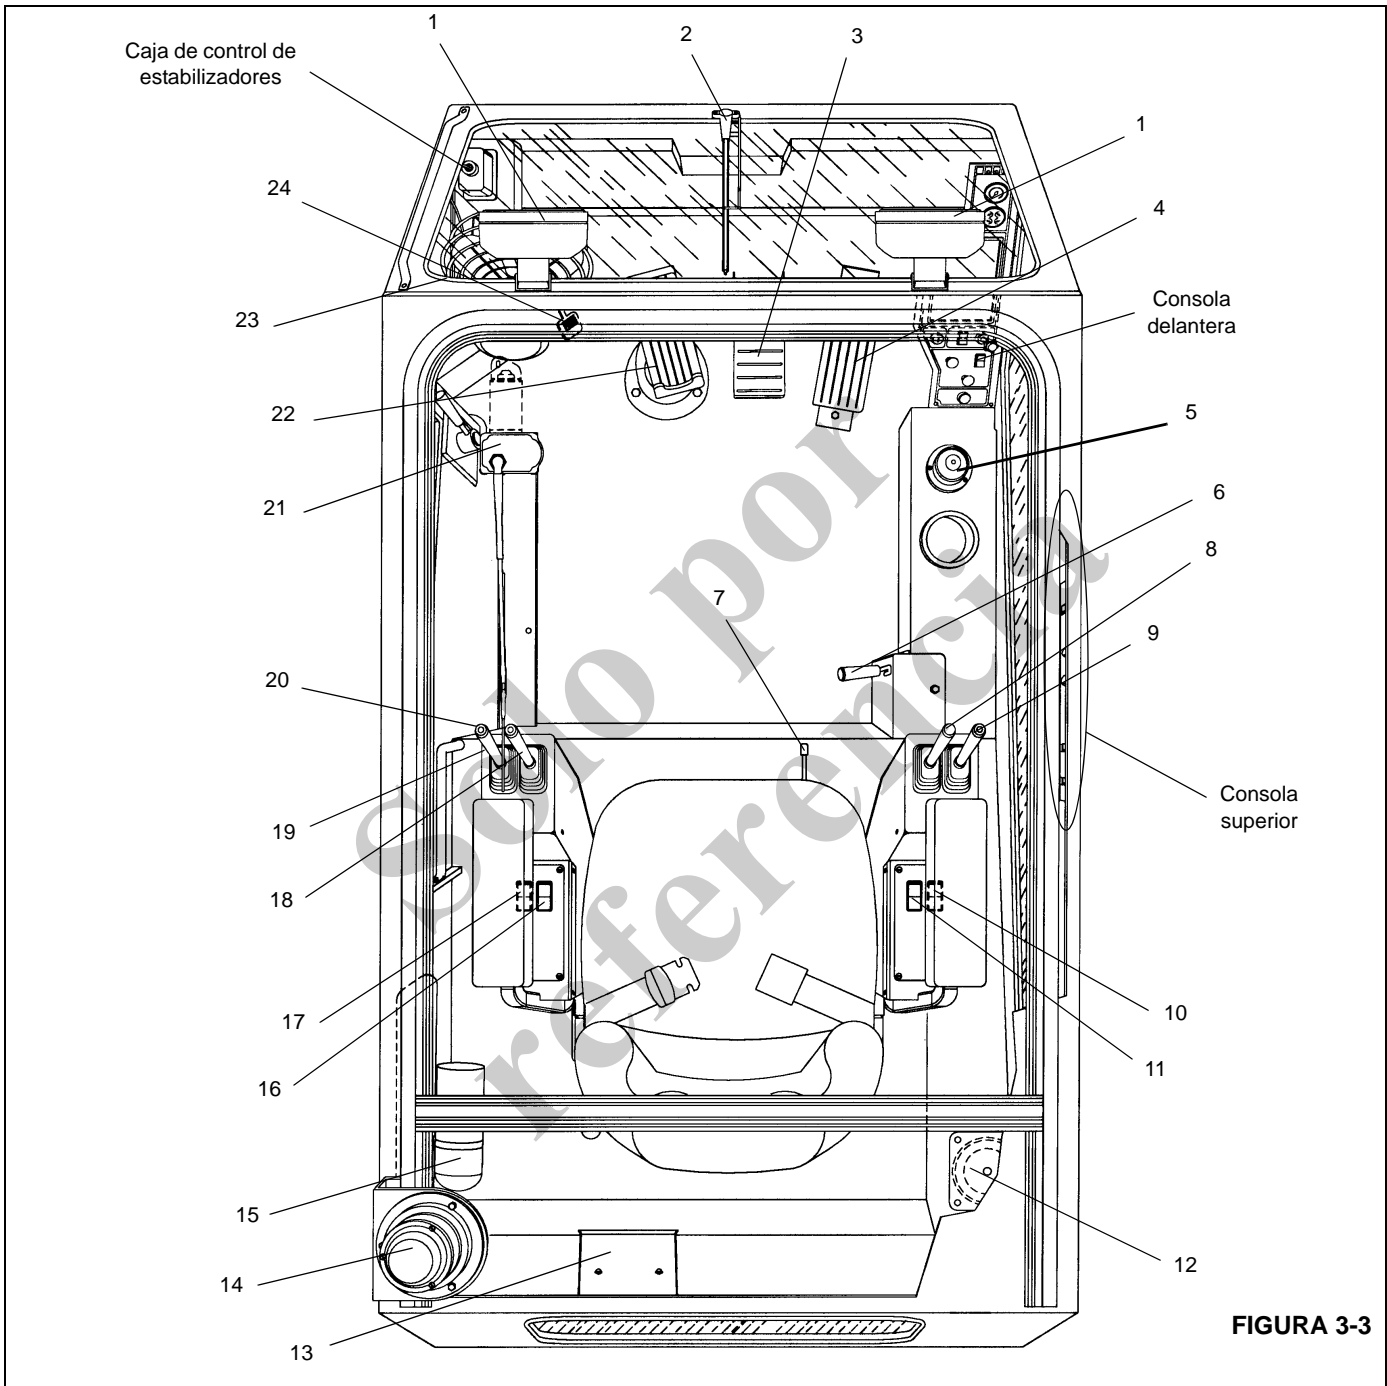

FIGURA 3-3
**NOTA:** Los siguientes párrafos describen todos los controles e indicadores disponibles (estándar y opcionales; algunas grúas pueden no estar equipadas con los controles opcionales mostrados) que se encuentran en la cabina. Los números que aparecen entre paréntesis ( ) corresponden a los números de índice que aparecen en la Figura 3-3.
FIGURA 3-3 continuación